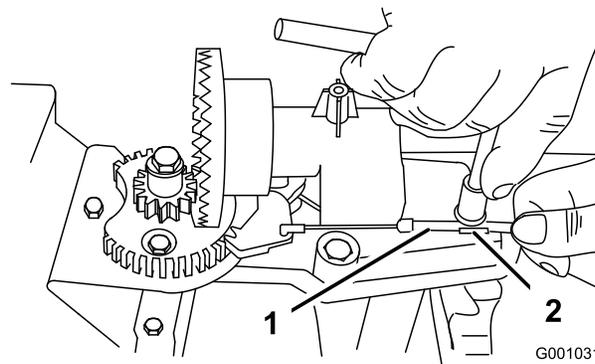
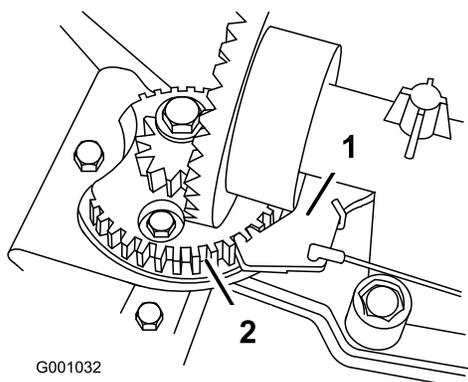

Figura 59
Figura 60
2. Allentate il bullone sul serrafilo per cavi (Figura 59).
3. Afferrate la guaina del cavo e spostatela verso la parte anteriore della macchina finché il fermo del camino di scarico non s'innesta completamente nei denti degli ingranaggi (Figura 59 e Figura 60).
Nota: Il fermo a molla si inserisce automaticamente tra i denti degli ingranaggi (Figura 60).